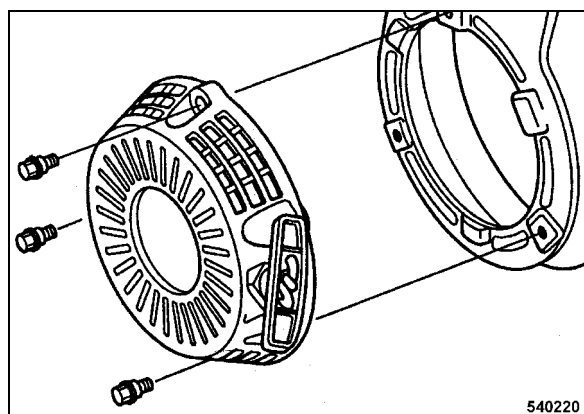

рис. 43
- Снять тросовый стартер (рис. 43).